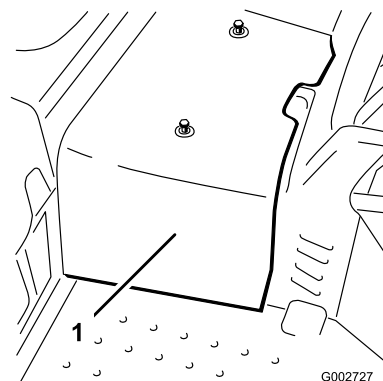

図 40
2. センターシュラウドを機体に止め付けているネジ2本を外してシュラウドを機体から取り外す(図 40)。